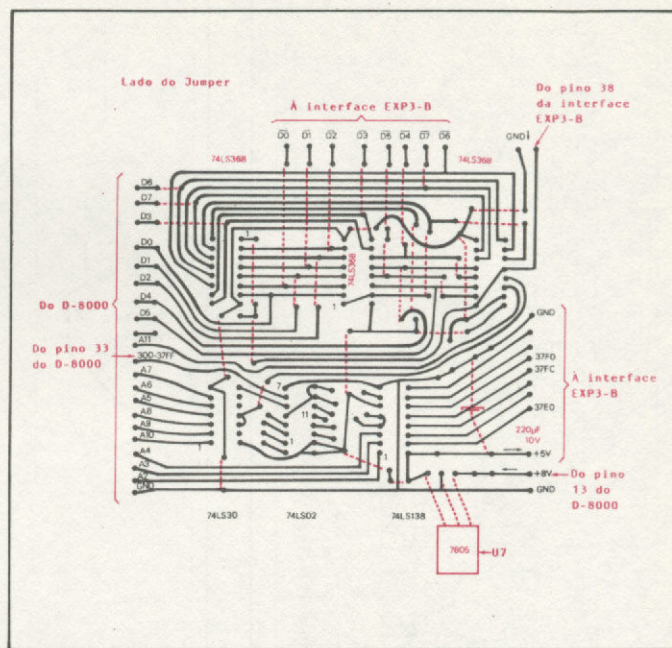

Figura 6 - Placa adaptadora vista por cima
- Figura 6 – placa adaptadora vista por cima (lado dos componentes), mostrando a localização do CI 7805, do eletrolítico 220 μ Fx10V e dos jumpers;